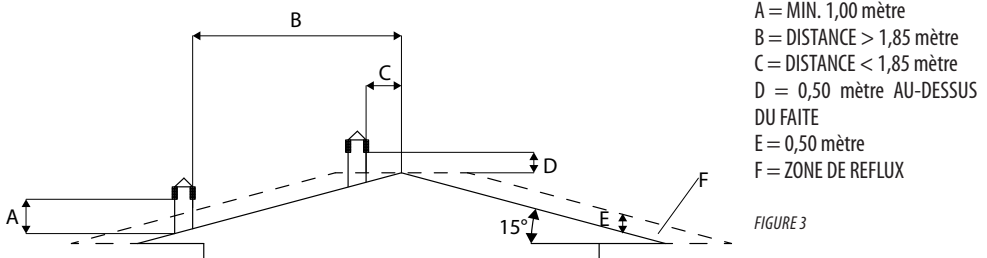

FIGURE 3
L'évacuation des fumées doit s'effectuer sur un conduit de fumée individuel (voir fig.3) avec des tubes en acier isolés (A) ou sur un conduit de fumée existant et conforme à l'utilisation prévue (B). Un simple puits de lumière en ciment doit être entubé correctement. Dans les deux solutions, prévoir un bouchon d'inspection (AT) et/ou un volet d'inspection (AP) ainsi qu'un dispositif de collecte approprié pour la condensation éventuelle.